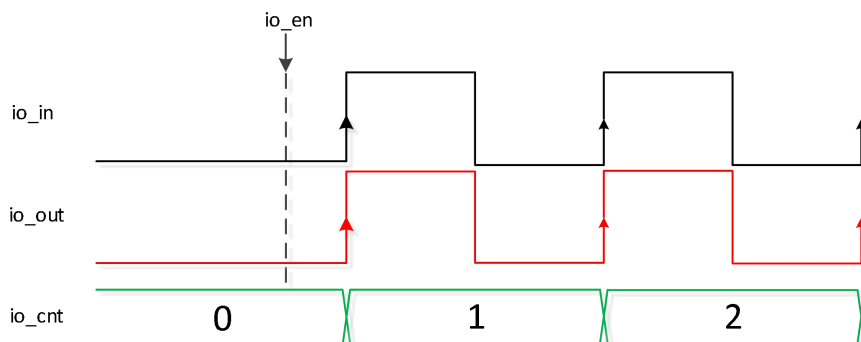

图 5 低电平启动上升沿计数（脉冲不分频）
- 当 `io_in` 处于低电平时启动，从第一个上升沿开始计数，如图 5 所示